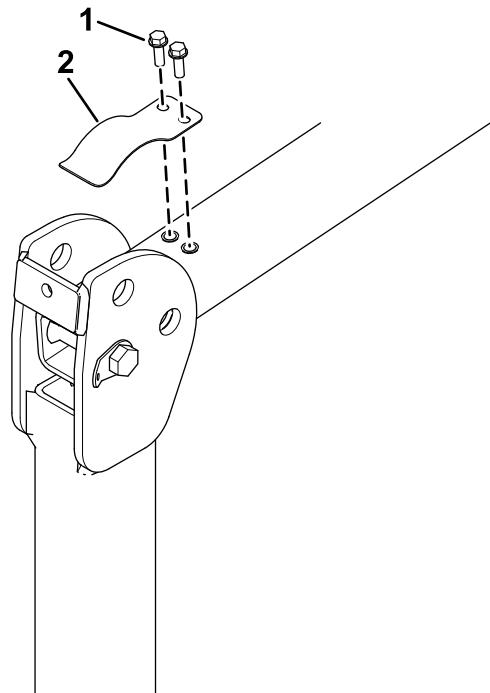

Bild 15
1. Entfernen Sie bei abgesenktem Überrollbügel die geräuschdämpfende Blattfeder (Bild 15) von jeder Seite des Überrollbügels.